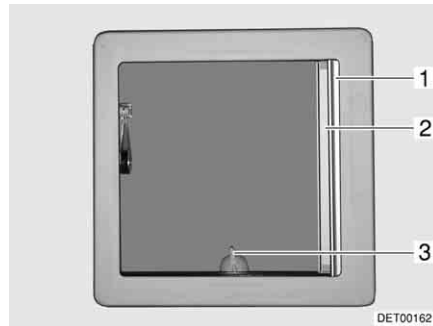
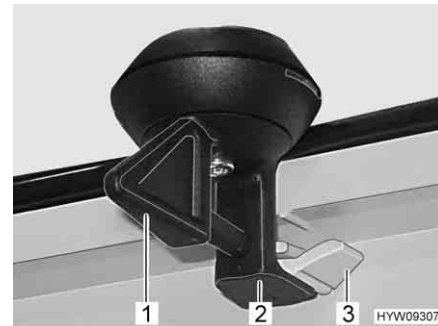

Fig. 43 Oblò inclinabile
Fig. 44 Bloccaggio (oblò inclinabile)
- Ruotare la leva (Fig. 43,3 o Fig. 44,1) di un quarto di giro.
- Girare la leva di un quarto di giro. Il bloccaggio (Fig. 44,2) deve entrare nell'aggancio inferiore (Fig. 44,3).
- Tirare la tendina oscurante pieghevole (Fig. 43,1) fino alla posizione desiderata e rilasciare. La tendina oscurante pieghevole rimane in questa posizione.
**Chiusura:** ■ Estrarre la zanzariera a rullo (Fig. 43,2) fino a quando non scatta il bloccaggio dalla parte opposta.